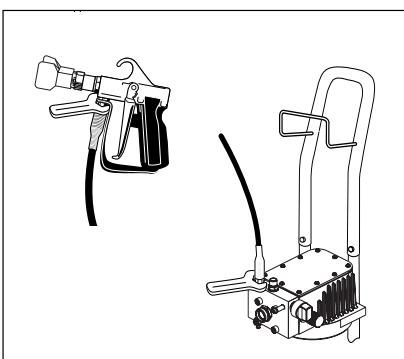

Abb. 4 - Schlauch anbringen
- 5. Den Hochdruckschlauch an der Pumpe und der Farbspritzpistole mit einem 11/16 Zoll Schraubenschlüssel befestigen (siehe Abb. 4). Die Saugvorrichtung jetzt noch nicht anbringen.